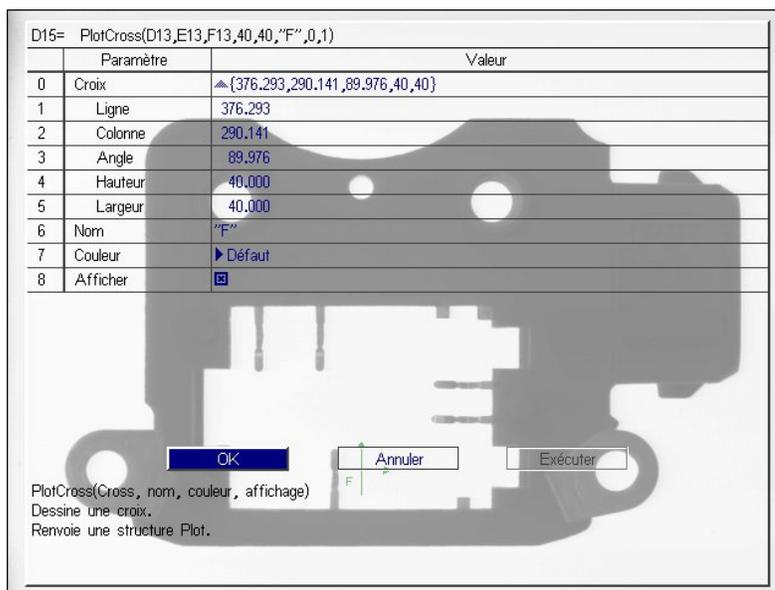

Figure 9-11. Feuille de propriétés PlotCross
2. Sous **Graphiques**, sélectionnez **PlotCross** dans la sous-catégorie **Image** pour ouvrir la feuille de propriétés PlotCross (voir Figure 9-11).